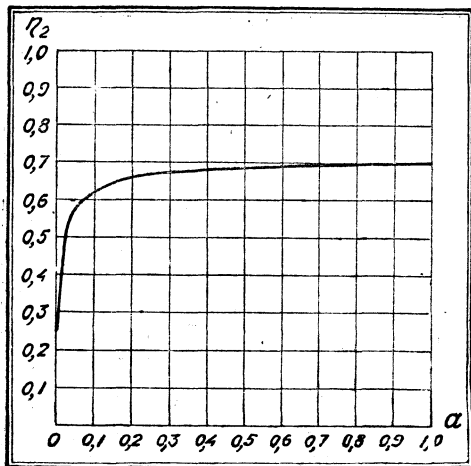

Рис. 18
12) Определив из кривой рис. 18, что при α = 0,16, λ₂ = 0,5, узнаем кажущуюся мощность той же обмотки: